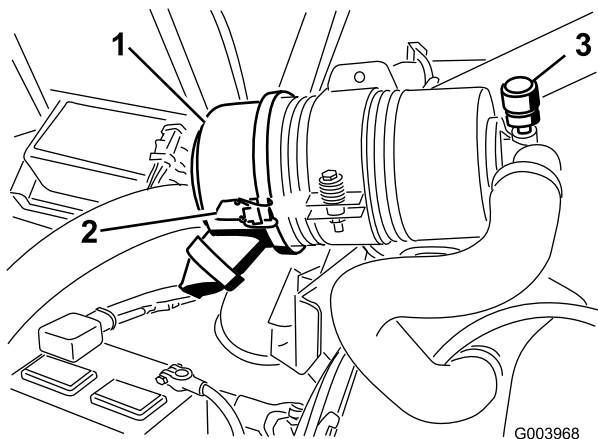

Figure 50
Faites l'entretien du filtre à air uniquement quand l'indicateur de colmatage (Figure 50) indique que cela est nécessaire. Changer le filtre à air prématurément ne fait qu'accroître le risque de contamination du moteur par des impuretés quand le filtre est déposé.
1. Desserrez les fixations qui maintiennent le couvercle sur le boîtier du filtre à air (Figure 50).